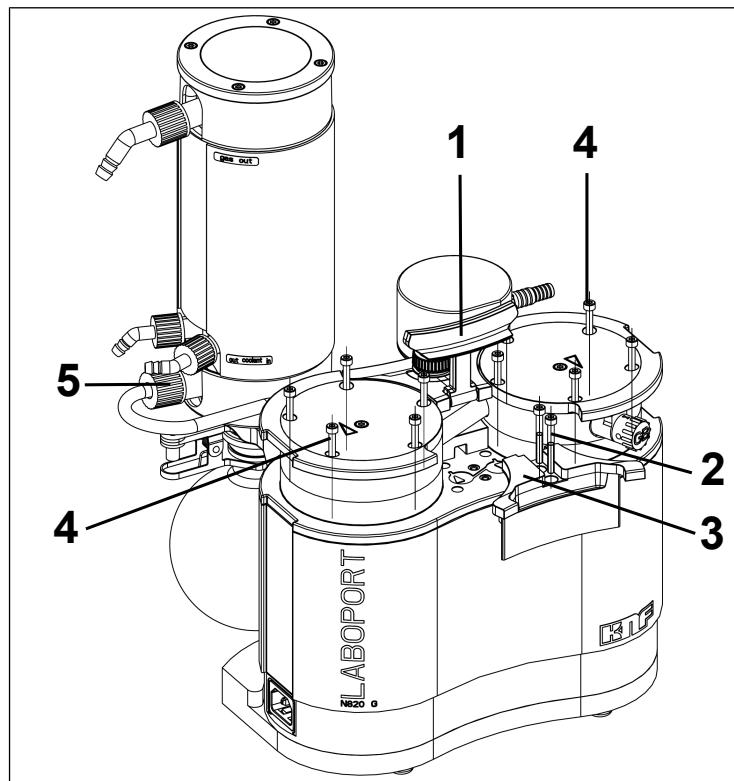

Afb. 10: Slangverbinding losdraaien
1. Draai de wartel van de slangverbinding (**1/Afb. 10**) op de afscheideradapter los.
**i** Gebruik voor het losdraaien van de wartelbevestiging aan de afscheideradapter (**1/Afb. 10**) indien nodig een steeksleutel SW14.
10. Schroef de wartel van de slangverbinding afscheider (**1**/Afb. 10) op de afscheideradapter er tot aan de aanslag in.
**i** Gebruik voor het aanhalen van de wartel van de slangverbinding afscheider (**1**/Afb. 10) indien nodig een steeksleutel SW14